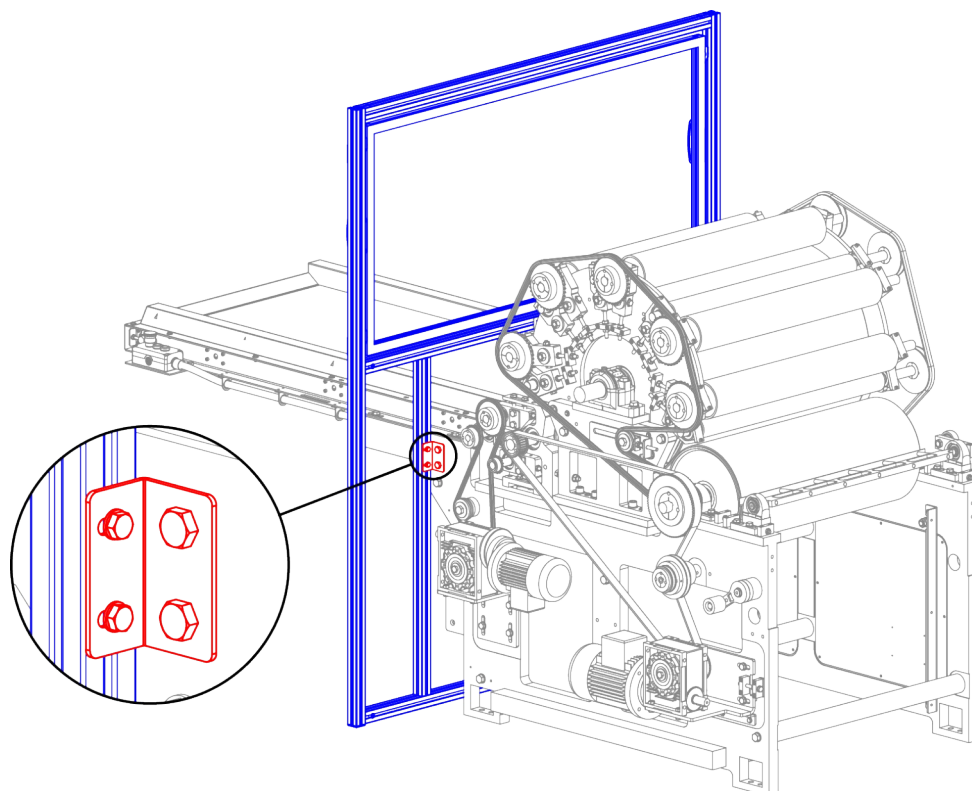

Figura 4.4.5 – Posizionamento della parete anteriore della struttura di protezione
- Posizionare la parete anteriore della struttura di protezione (indicata in **blu** nella Figura 4.4.5) e fissarla alla struttura portante per mezzo delle apposite staffe (indicate in **rosso** nella Figura 4.4.5).